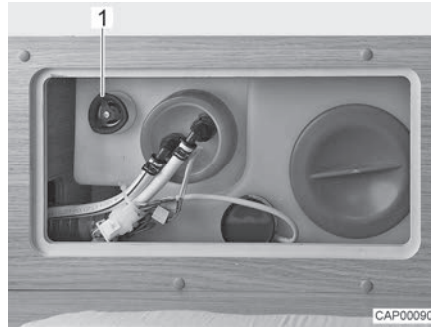

Bild 75 Wassertank mit Drehgriff
- Auf dem Wassertank den Drehgriff (Bild 75,1) entgegen dem Uhrzeigersinn über den Widerstand hinaus bis zum Anschlag drehen, um die Ablauföffnung vollständig zu öffnen.